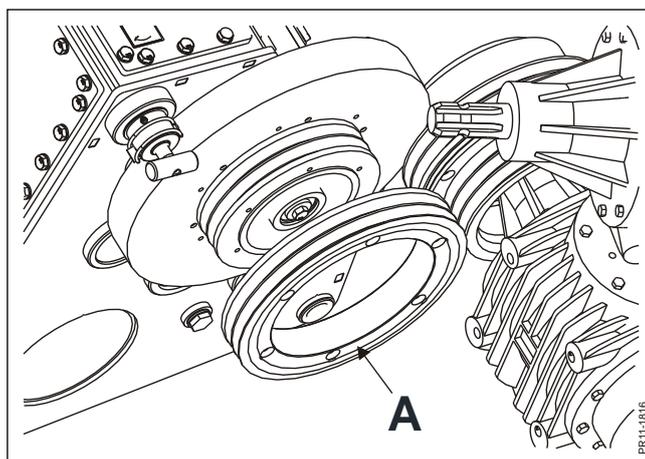

Abb. 4-21
**Abb. 4-21** Für eine besonders kurze Schnittlänge den Riemenscheibenring **A** aus dem Drehkopfgetriebe in das Getriebe des Häckslers bewegen. So können die folgenden Schnittlängen ausgeführt werden: